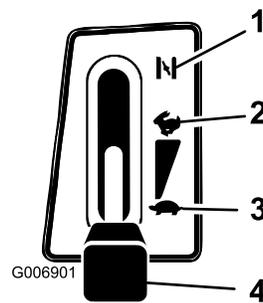

Bild 10
4. Stellen Sie den Gasbedienungshebel auf Choke (Bild 10).
6. Schieben Sie den Gasbedienungshebel, sobald der Motor angesprungen ist, langsam auf Schnell (Bild 10). Sollte der Motor stoppen oder stottern,
1. Stellen Sie den Gasbedienungshebel auf „Schnell“ (Bild 10).